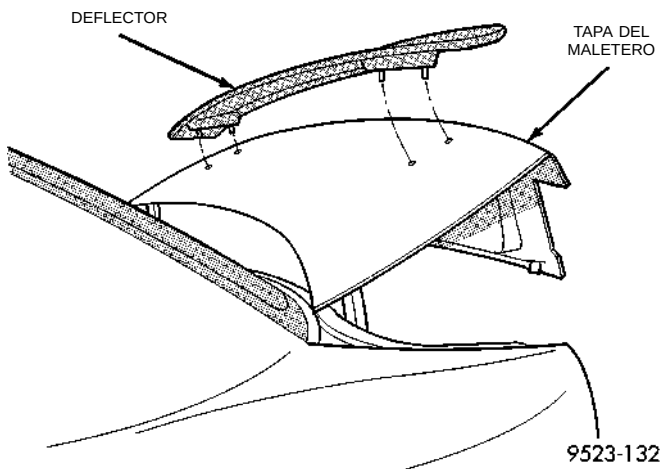

Fig. 80 Deflector trasero
- (1) Suelte el pestillo y abra la tapa del maletero.
- (2) Retire las tuercas que sujetan el deflector a la tapa del maletero.
- (3) Separe el deflector de la tapa del maletero (Fig. 80).